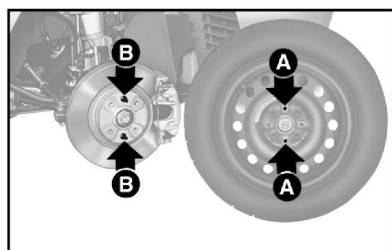

fig. 7
7) Montar a roda sobressalente, fazendo coincidir os pinos **B-fig. 7** com os furos de centragem **A**.